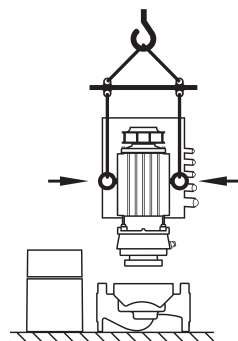

Fig. 25: Transport du kit embrochable
- Si les œillets de transport sont ou ont été montés non pas sur la bride mais sur le carter de moteur, ils ne peuvent être utilisés que pour porter ou transporter le kit embrochable (Fig. 25), mais pas pour transporter l'ensemble de la pompe ni pour séparer le kit embrochable du corps de pompe (faire attention lors du démontage préalable et du remontage consécutif des écarteurs).